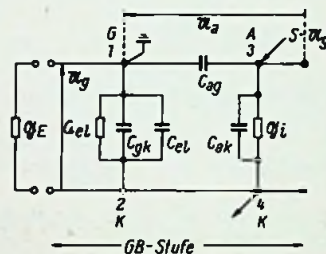

Bild 8. Die GB-Stufe und der ihr zugehörige Abschlußleitwert auf der Eingangsseite
d) Der Ausgangsleitwert \mathfrak{Y}_A kann erst berechnet werden, wenn der Abschlußleitwert \mathcal{E}_E am Eingang der GB-Stufe (Bild 8) bekannt ist. Dieser wird aber erst bei der Durchrechnung der KB-Stufe gefunden.